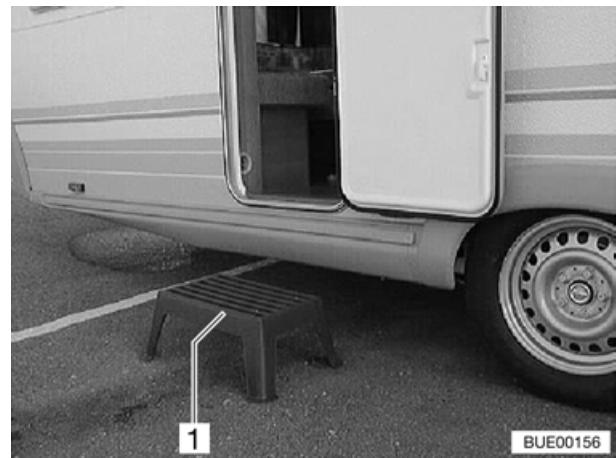

Bild 8 Eintrittsstufe
- ▶ Darauf achten, dass die Eintrittsstufe (Bild 8,1) auf festem und ebenem Boden steht. So wird ein Umkippen der Eintrittsstufe vermieden.
- Die Eintrittsstufe (Bild 8,1) vor den Eingang des Caravans stellen.